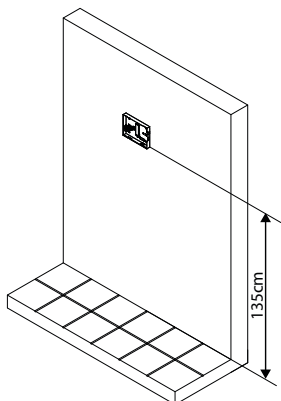
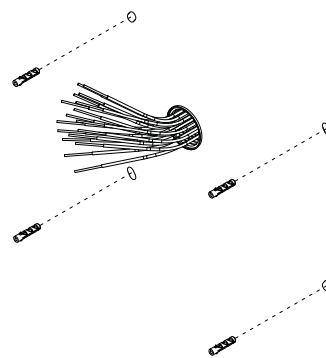

Fig. 8
Fig. 9
2. Come mostrato in figura **Fig. 8**, appoggiare a parete il coperchio posteriore del videocitofono lasciando circa 135cm tra la parte inferiore ed il pavimento e prendere i riferimenti per i fori di fissaggio. Realizzare i fori (diametro 5mm) ed inserire all'interno i tasselli ad espansione forniti a corredo come mostrato in **Fig. 9**;